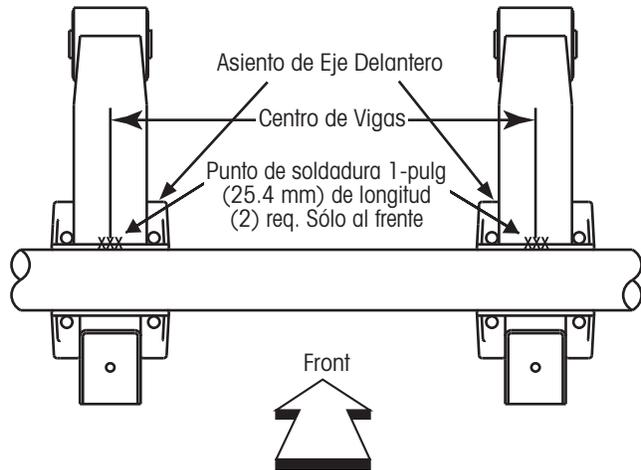

Figura 3: Ubicación de puntos de soldadura
3. Coloque un **punto de soldadura** de 1-pulg. (25.4 mm) de largo (Figura 3) en la parte central frontal del asiento de eje de cada conexión eje/viga, se requiere un punto de soldadura por cada viga de suspensión.